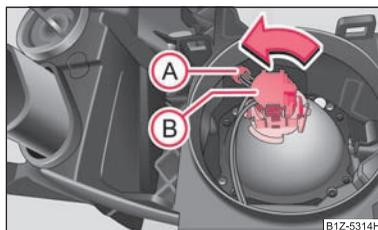

Fig. 192 Dépose des ampoules des feux de position et de croisement
- Sortez la douille **(A)** ⇒ fig. 192.
- Faire tourner la fiche avec l'ampoule **(B)** à fond vers la gauche et la sortir ⇒ fig. 192.